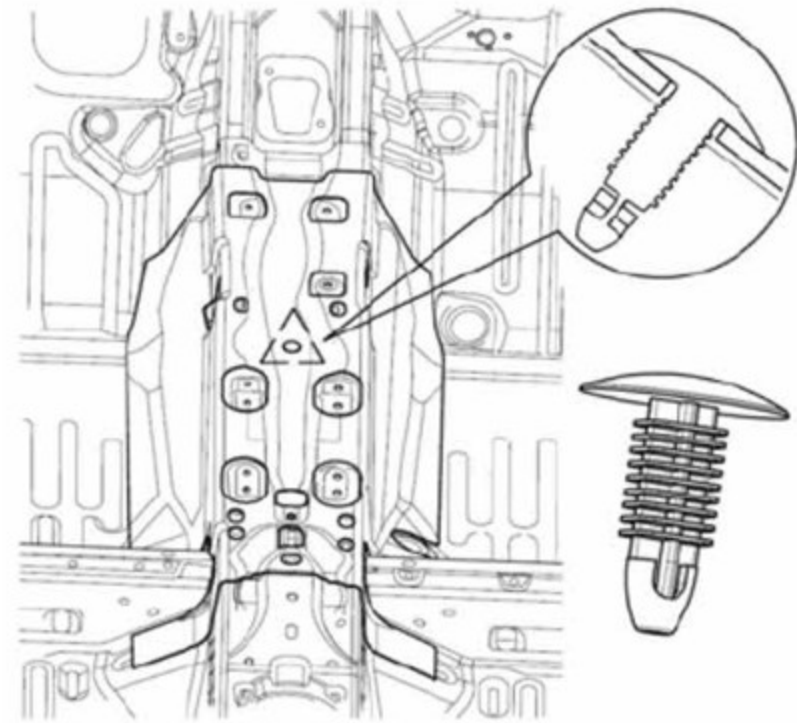

图 7-9-1 副仪表台总成拆卸示意图
(1) 用一字螺丝刀将固定卡扣（BYDQ835S01）撬松（如图 7-9-1 所示），将卡扣取下，副仪表台隔热层方可取出。
(2) 其安装过程与拆卸过程相反。